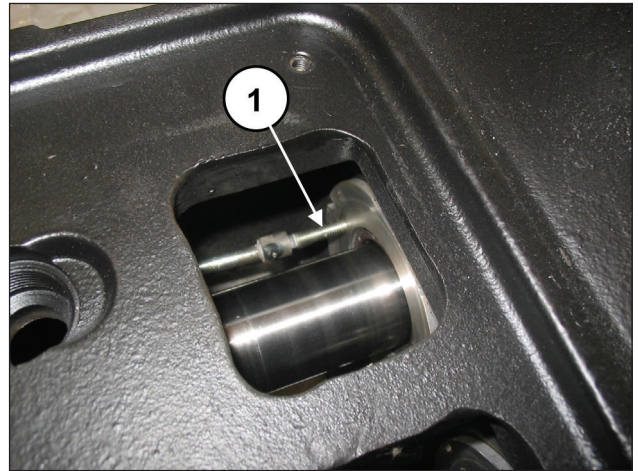
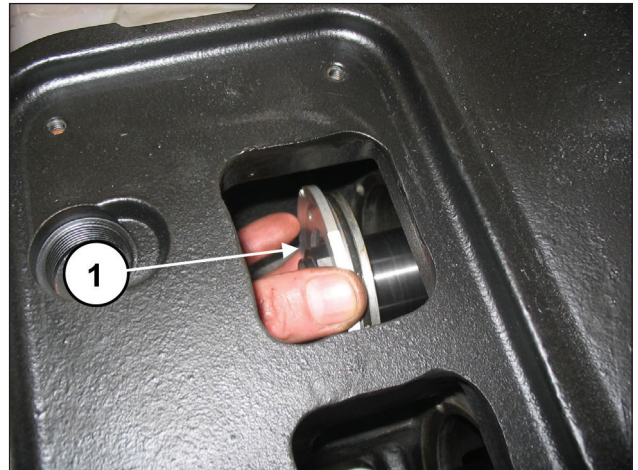

Fig. 163
Fig. 164
Posicione a guia do pistão no ponto morto inferior, solte o extrator, cód. 27516400, incluindo o adaptador M5, cód. 27516500 nos respectivos furos localizados na tampa (pos. ①, Fig. 163) e extraia a tampa da junta do óleo do grupo da bomba (pos. ①, Fig. 164).